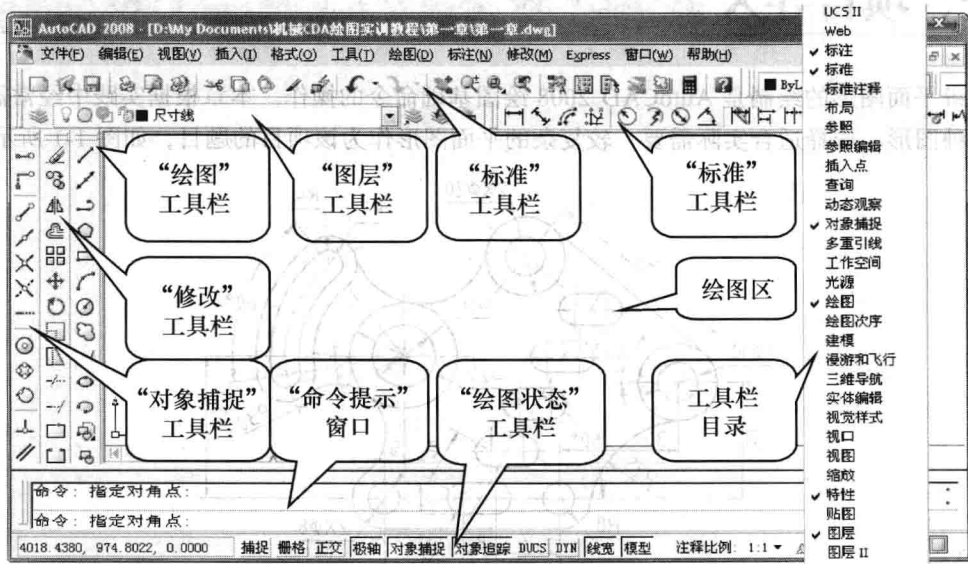

图 1-2 绘图界面及工具栏名称
(1) 绘图界面。AutoCAD 2008 的绘图界面与其他应用软件的界面基本相同,主要由绘图区、“命令提示”窗口和多个工具栏组成,如图 1-2 所示。
① 绘图区。绘图区是界面中间的空白处,提供绘图的地方;绘图区左下角有 x 、 y 绝对坐标带方向显示;绘图区也可以“栅格”显示。
② “命令提示”窗口。“命令提示”窗口在绘图区的下方,在没有操作时,窗口的左端有“命令:”显示,提示操作者选取命令。此窗口非常重要,画图操作就是通过窗口的提示完成的。初学者需要特别注意,每次的操作都要看清楚此窗口的提示内容。
③ 工具栏。AutoCAD 2008 (中文版) 绘图软件将同类命令放在一个栏内,并将命令的操作内容很形象地用按钮表示出来,如“绘图”工具栏集中了画图线、画图形的所有操作命令,其中,“直线”、“多边形”、“圆”等命令按钮一目了然。移动鼠标指针至命令按钮上,会显示该命令的中文提示。
(1) 绘图状态的设置。用鼠标左键单击“绘图状态”工具栏中的控制按钮,便可打开或关掉指定的绘图状态。
(2) 绘图状态的设置形式。建议初学者将“极轴”、“对象捕捉”、“对象追踪”、“线宽”、“模型”打开,其他的关掉,见图 1-2。